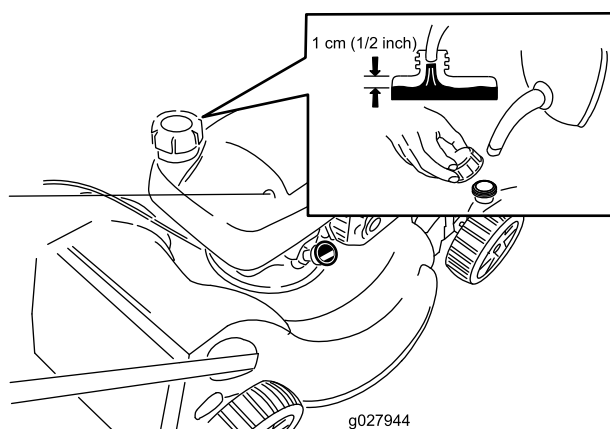

Рисунок 15
1. Очистите область вокруг крышки топливного бака и снимите ее (Рисунок 15).